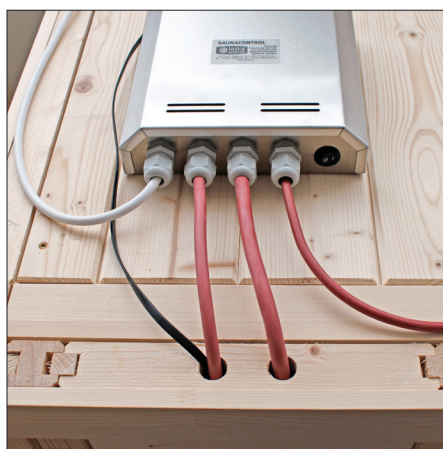

fig. 4
- IV. Utilizzando l'apposito strumento, passare il cavo nero attraverso il foro sul tetto e collegarlo all'unità di potenza (fig. 4).